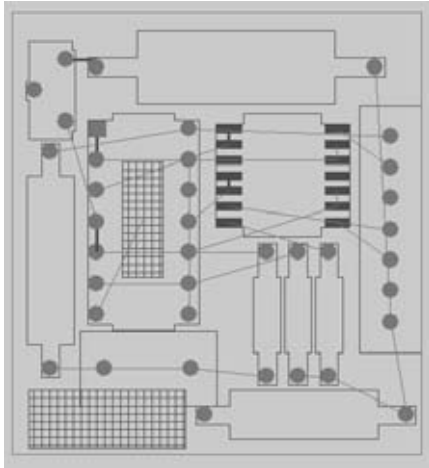

Рис.9.8.2
2. Щёлкнуть ЛК в первой точке полигона, затем 2-й и так замкнуть контур полигона. Площадь построенного полигона будет заштрихована мелкой решеткой (рис.9.8.2).